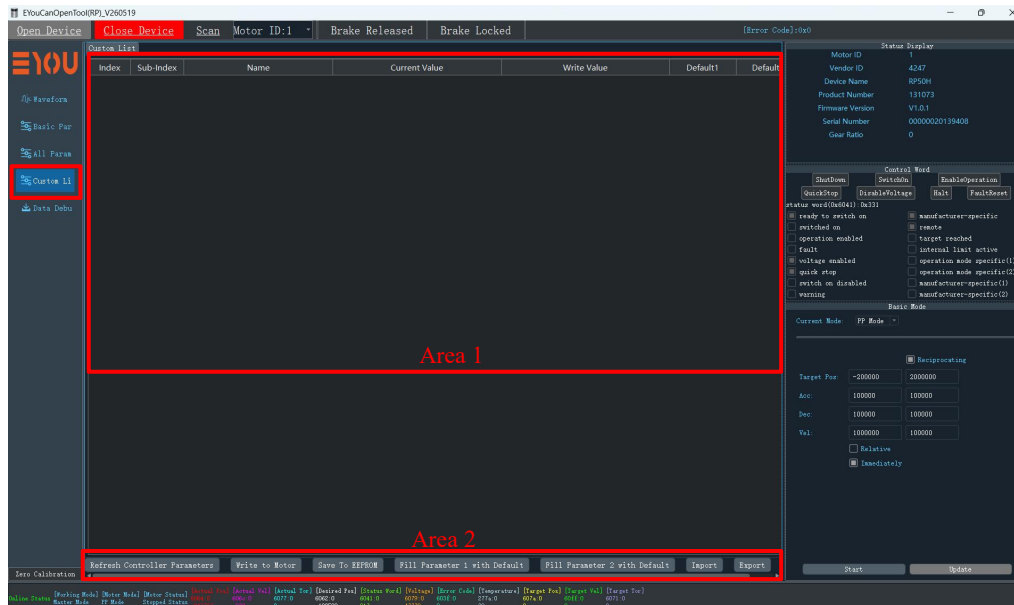

Figure 3-5 Custom Interface Diagram
3) The <All Parameters> interface is shown in Figure 3-5: